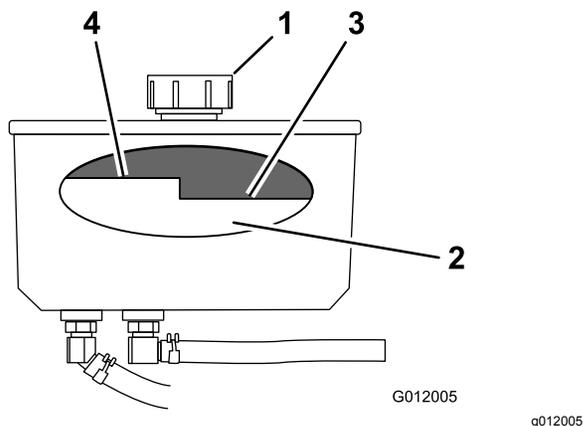

Рисунок 68
3. Очистите зону вокруг крышки и заливной горловины гидравлического бака (Рисунок 68).
4. Снимите крышку с заливной горловины (Рисунок 68).
Примечание: Когда жидкость прогрета, ее уровень должен быть ниже отметки горячей рабочей жидкости на перегородке (Рисунок 68).